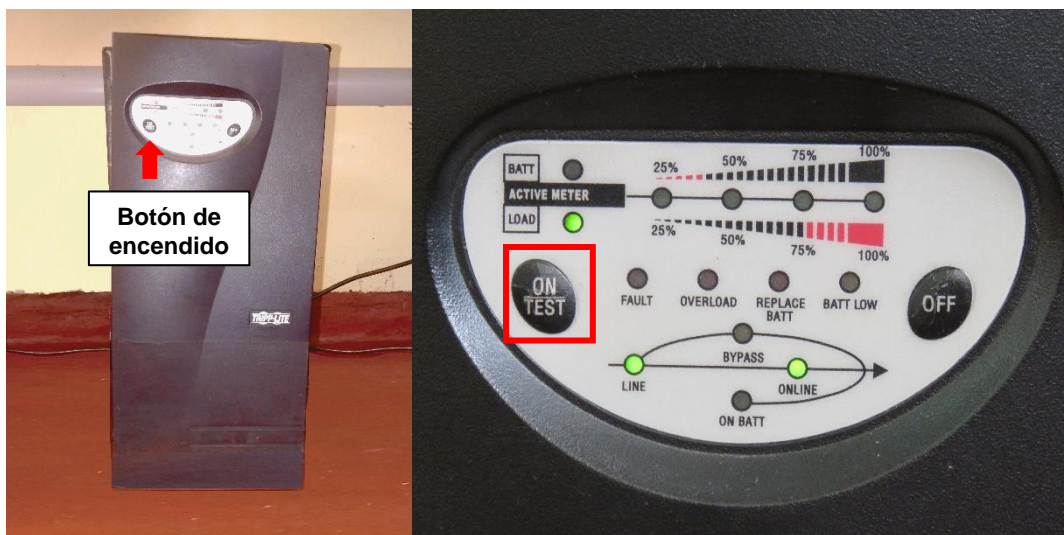

Fig. 7 Ubicación del botón ON/TEST del equipo UPS
En seguida, encender el equipo UPS presionando 2 veces continuas el botón y  finalmente una tercera vez hasta que emita un sonido. (Fig. 7)
- Verifique que el equipo UPS se encuentre encendido y encienda el DMA con el botón de encendido que se encuentra en la parte frontal del equipo (recuerda Fig.7)